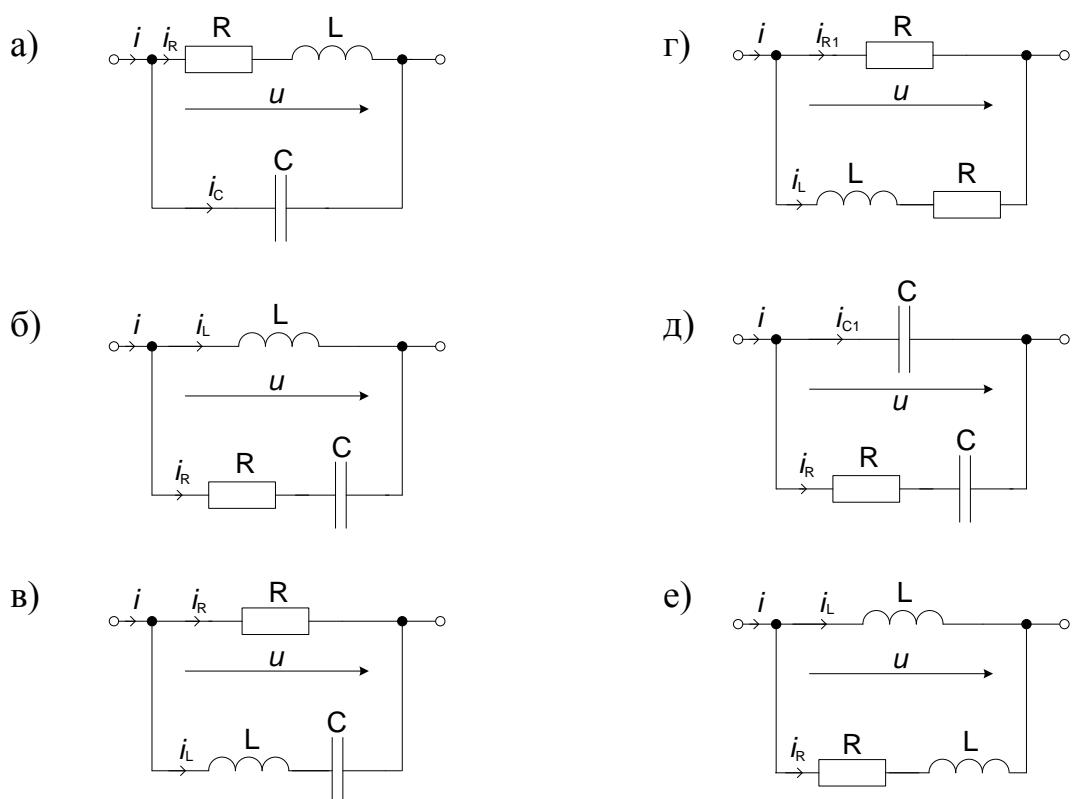

Рис. 64. Электрические схемы (задание 4)
1. Для электрической цепи (рис.64) выполнить задание, указанное в табл.10 (параметр G -проводимость элемента) и построить векторную диаграмму токов и напряжений.